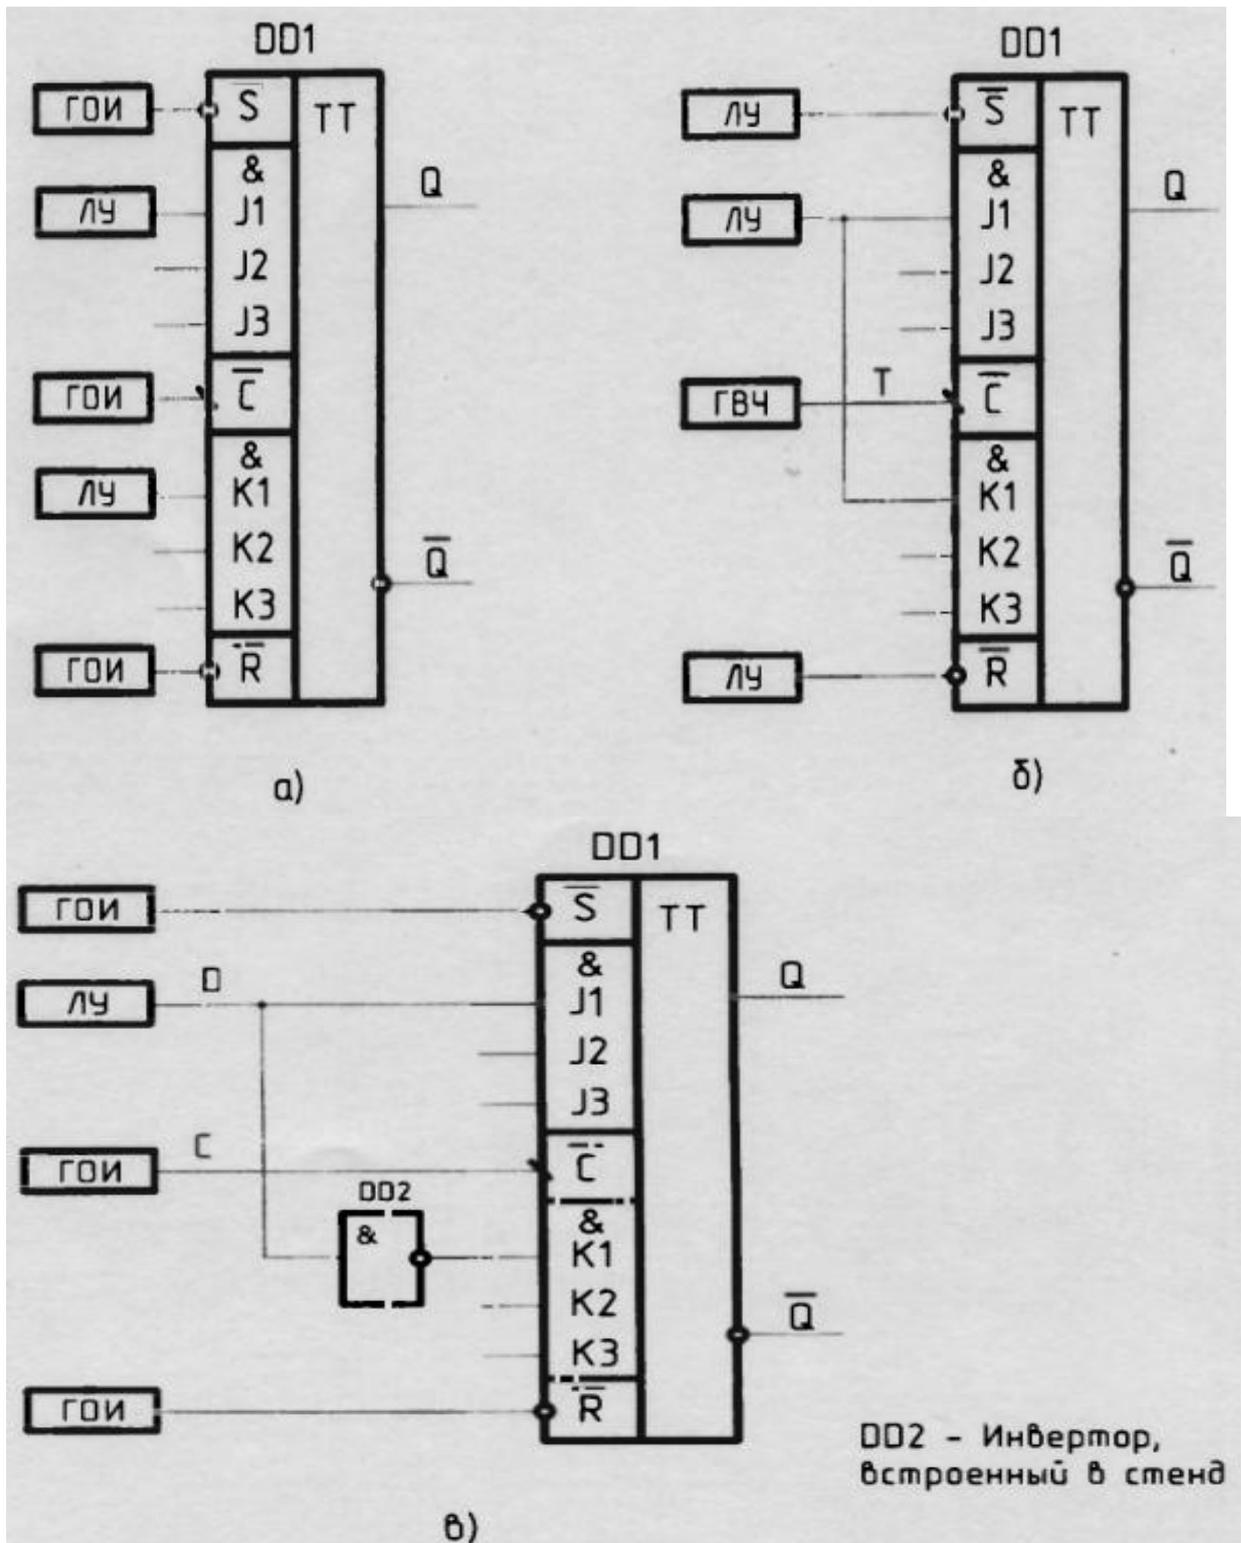

Рис. 4. Исследование JK-триггера К155ТВ1 (а) и преобразование JK-триггера в Т-триггер (б) и в D-триггер (в)
4. исследуется JK-триггер (рис.4, а) и преобразование его в Т-триггер (рис.4, б) и в D-триггер (рис.4, в).